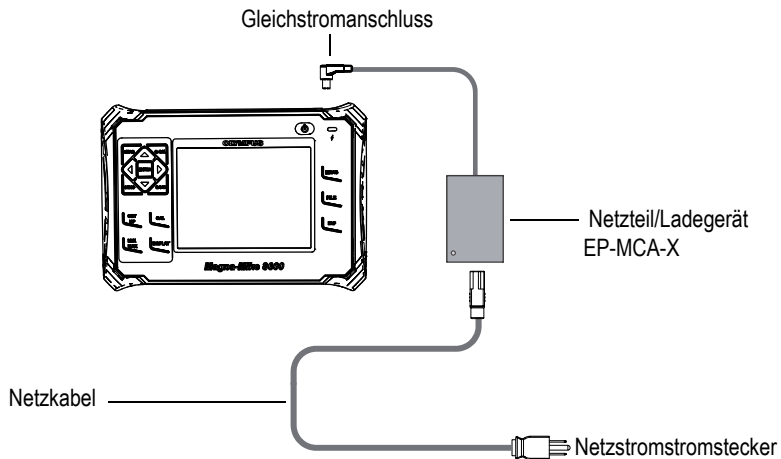

Abbildung 1-8 Netzteil/Ladegerät anschließen
1. Verbinden Sie das Netzteil/Ladegerät über das Netzkabel mit dem Stromnetz (siehe Abbildung 1-8 auf Seite 34).